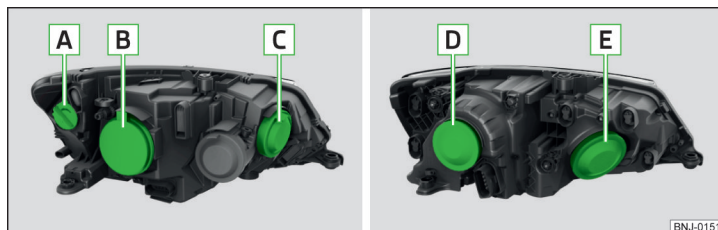

Fig. 203 Halogenforlygte / Halogenforlygte med projektor
Placering af pærer » Fig. 203
- › Tag beskyttelseskappen **B** » Fig. 203 på side 182 af.
› Sæt beskyttelseskappen [B] » Fig. 203 på side 182 på.
- › Tag beskyttelseskappen [C] » Fig. 203 på side 182 af.
- › Sæt beskyttelseskappen [C] » Fig. 203 på side 182 på.
- › Tag beskyttelseskappen [B] » Fig. 203 på side 182 af.
- › Sæt beskyttelseskappen [B] » Fig. 203 på side 182 på.
- Tag beskyttelseskappen **D** » Fig. 203 på side 182 af.
- Sæt beskyttelseskappen **D** » Fig. 203 på side 182 på.